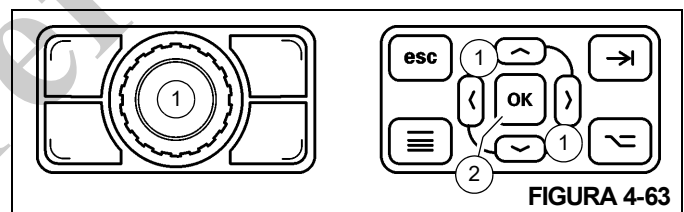

FIGURA 4-63
1. Usando o Botão rotativo ou os Botões de seta (1, Figura 4-63) na Placa de controle de navegação, selecione as horas sob o ícone de função do guindaste que deve ser redefinido (as horas mudarão para uma ampulheta laranja).
2. Pressione o Botão rotativo (1) ou o Botão OK (2) na Placa de controle de navegação para redefinir as horas para zero (0).